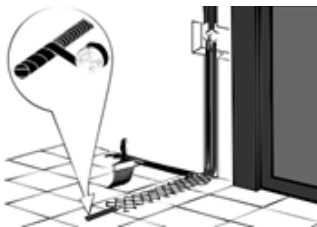

Рис.3
5. Поместите датчик температуры в трубку, входящую в комплект. Датчик должен располагаться внутри трубки вблизи ее конца. Конец трубки с датчиком, оканчивающийся в полу, плотно загерметизируйте для предотвращения попадания внутрь раствора. Уложите трубку с датчиком в подготовленную канавку и выведите к терморегулятору или распаечной коробке. Радиус изгиба трубки должен быть не менее 5 см (рис. 3).